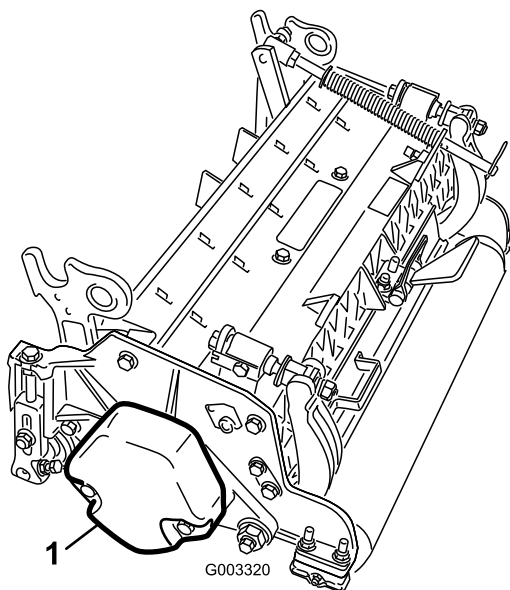

Figura 6
2. Retire el contrapeso (Figura 6).